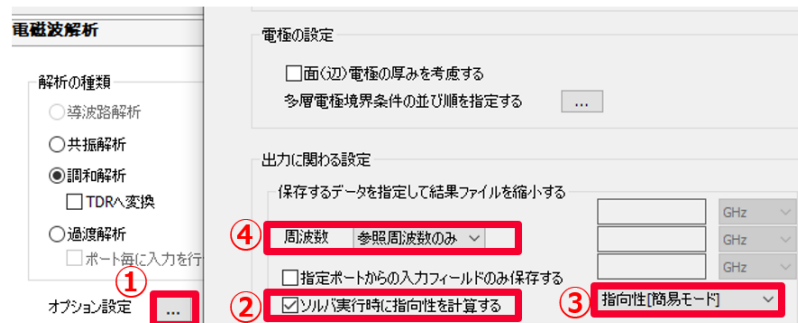

図1. 解析条件、電磁波解析タブとオプション設定ダイアログ
- ・解析条件で「放射特性に関する設定を行う」にチェックを入れて、指向性に関する設定ができています。(図1)